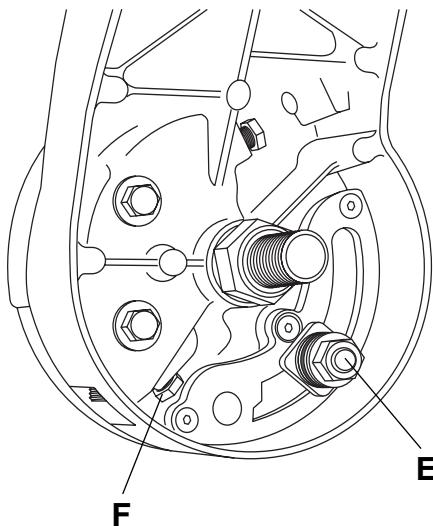

Figure 2. Réglage de la butée d'inclinaison à 45° à gauche
2. Placez la clé plate de 17 mm sur la tête du boulon 'E' (Figure 2).